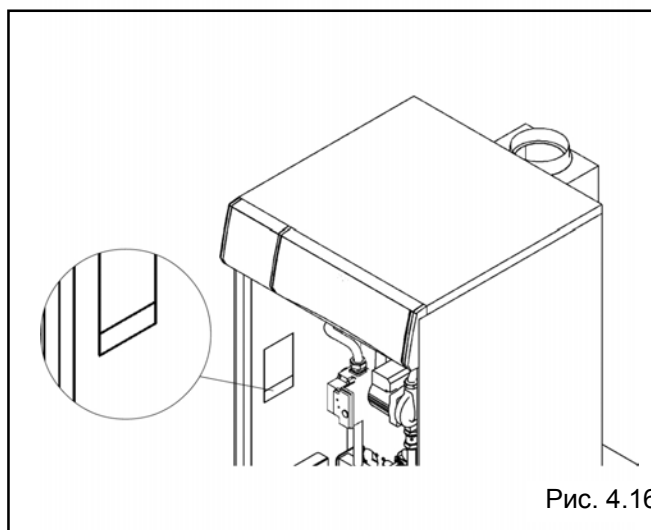

Рис. 4.16
- Прикрепите наклейку GPL, входящую в комплект поставки, на внутреннюю сторону кожуха (рис. 4.16)